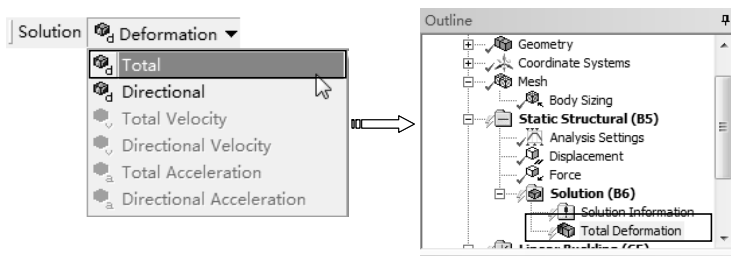

图 9-15 添加变形求解项
2) 求解变形。单击【Solution】工具栏上的【Deformation】|【Total】命令，此时在分析树中插入【Total Deformation】项，如图 9-15 所示。